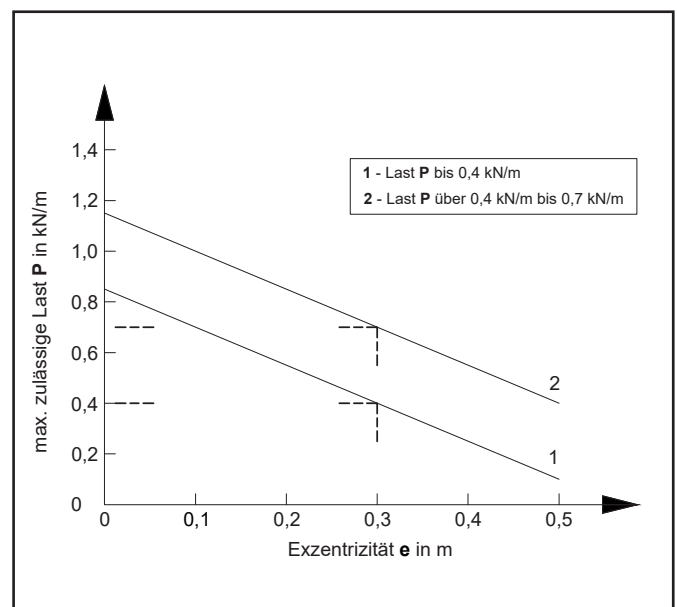

Bild 2: zulässige Konsollasten je Wandseite in Abhängigkeit des Exzentrizität e des Lastangriffpunktes.
- Grenzwert der Exzentrizität e der vertikalen resultierenden Last: $e \leq 300$ mm. Die Exzentrizität e und die Last P dürfen verändert werden, wenn die in Bild 2 dargestellten Bedingungen eingehalten werden.
- die vertikale resultierende Last **P** und die Exzentrizität **e** sind variierbar (siehe Bild 2 - Gerade 1)
- die vertikale resultierende Last **P** und die Exzentrizität **e** sind variierbar (siehe Bild 2 - Gerade 2)